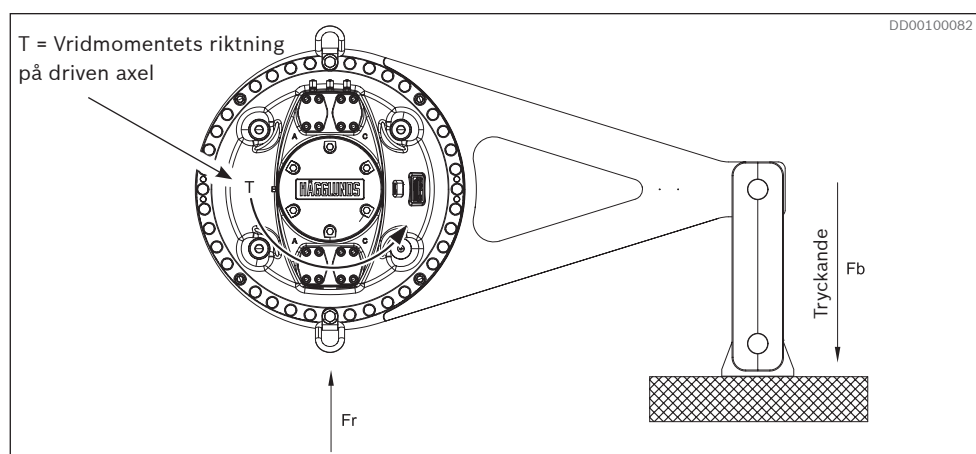

Fig. 21: Externa krafter Fr, Fb för TC A
2. Olja in skruvarna (1).
3. Säkerställ att fundamentet klarar av krafterna från momentarmen (se *Fig. 21*, *Fig. 30*, *Tabell 9* och *Tabell 12*).
6. Dra åt skruvarna (1) till det åtdragningsmoment som anges i *Tabell 7*.
- Säkerställ att fundamentet och kundmaskinen kan ta upp krafterna från momentarmen. Se *Fig. 21*, *Fig. 30*, *Tabell 9* och *Tabell 12*.